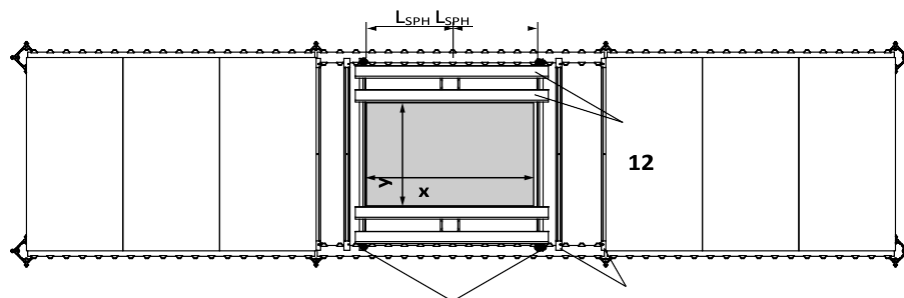
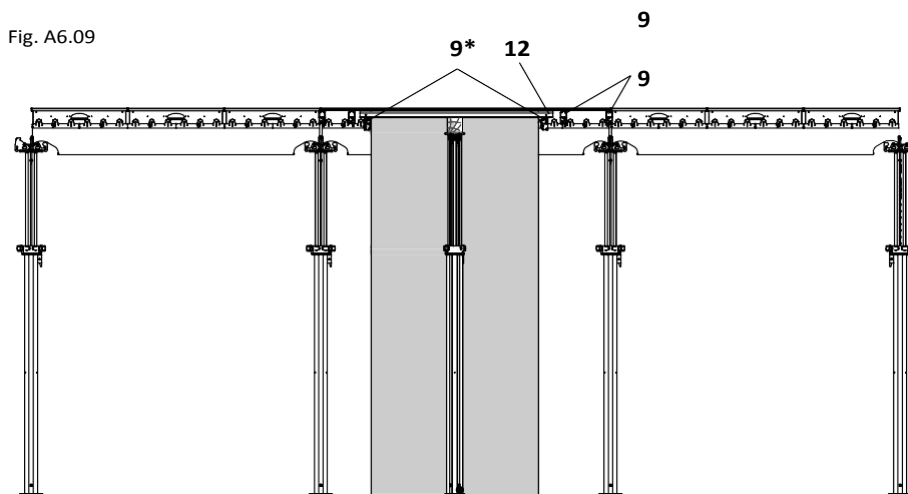

Fig. A6.09
Fig. A6.10
Монтирайте челната греда SRT-2 150 (9) вертикално, гредата SRT-2 150 (9*) окачена, изравняващата греда SPH 150 (12) хоризонтално. (Fig. A6.09, Fig. A6.10)